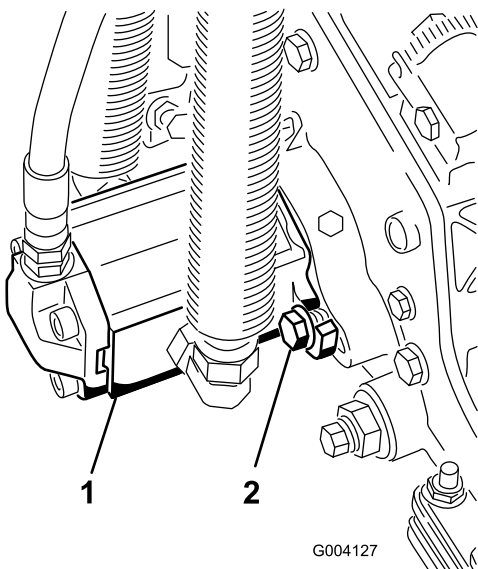

図 20
17. モータを手を持ち、右回りにひねってモータのフランジをボルトから逃がしながら、キャップスクリュにモータをセットする(図 20)。